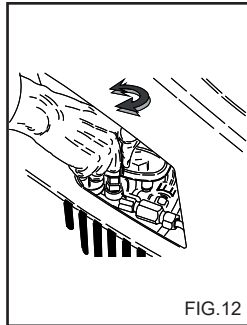

FIG. 12
Dit hoofdstuk betreft alleen de modellen die voorzien zijn van een "drukregelaar". Deze drukregelaar, Fig. 12, maakt het mogelijk tijdens het werk de druk te regelen. Door de handgreep C tegen de klok in (B) te draaien (minimum) wordt de bedrijfsdruk verlaagd.